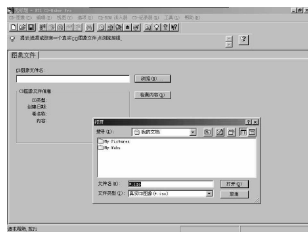

图 15
(5) 打开“CD 图像”菜单，选择“新”，进入主界面，单击“图像文件 CD”，进入工作区 (图 15)。
(6) 输入 iso 文件的路径和文件名。
(7) 在“CD 记录器”菜单下选择“写光盘”。选择合适的写方式，先进行仿真刻录，成功后正式刻录。
#### 1. SCSI-SCAN For Windows (图 15)